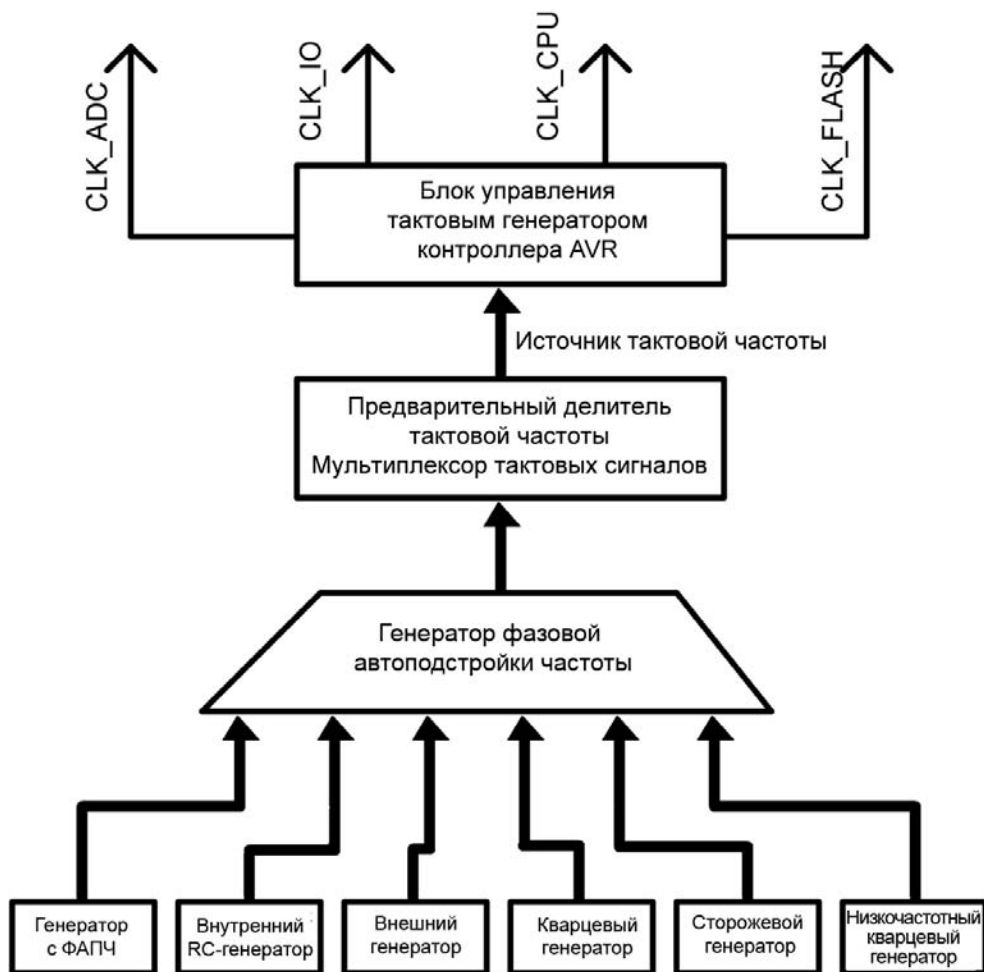

Рис. 1.9. Источники сигнала тактовой частоты
- ❑ CLK_ADC — в отличие от других модулей ввода/вывода, АЦП получает отдельный тактовый сигнал, чтобы во время работы АЦП можно было прервать другие тактовые сигналы (для снижения помех остальных цифровых цепей). Это позволяет получить более точные результаты аналого-цифрового преобразования. На рис. 1.9 показаны разные варианты подачи сигнала тактовой частоты.